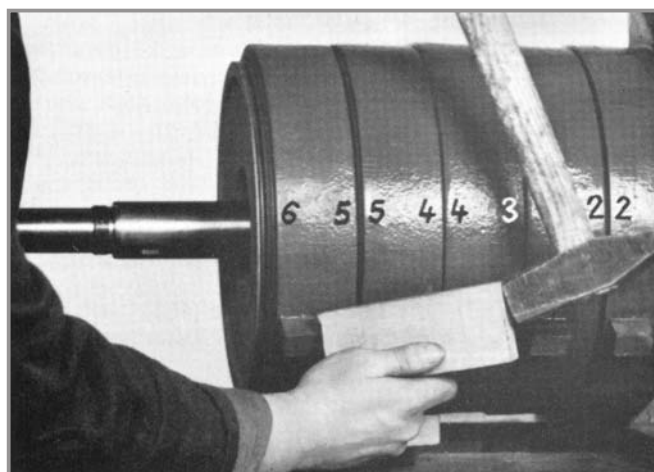

Fig. 70 - Desencaixe do corpo de estágio (108)
19. Com o auxílio de um pedaço de chumbo ou martelo de borracha, desencaixar o próximo corpo de estágio (108) (vide Fig. 70).
20. Suspender e desmontá-lo. Junto com o corpo de estágio (108) sai o difusor intermediário (171.2) e o anel de desgaste (502).